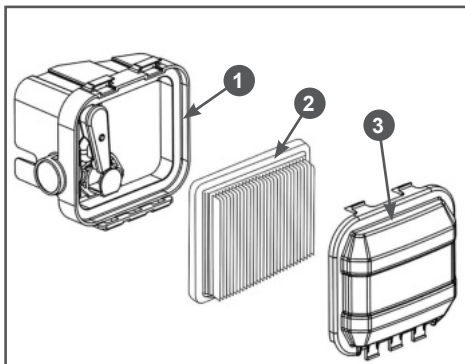

Рис. 9 Обслуживание воздушного фильтра
1. Нажмите на фиксаторы и снимите крышку воздушного фильтра 3 (Рис. 9).
2. Извлеките из корпуса 1 фильтрующий элемент 2 (Рис. 9).
4. Произведите очистку крышки 3 воздушного фильтра и корпуса 1, не допуская попадания пыли и грязи в карбюратор (Рис. 9).